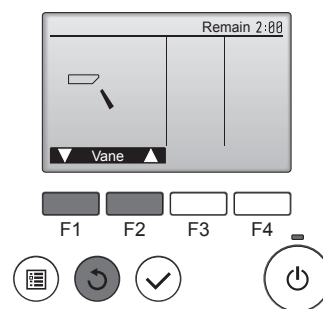

Fig. 7-4
- 2 Nacisnąć przycisk [WYBIERZ], aby wyświetlić ekran pracy żaluzji, a następnie nacisnąć przyciski [F1] i [F2], aby sprawdzić automatykę żaluzji. (Fig. 7-4)